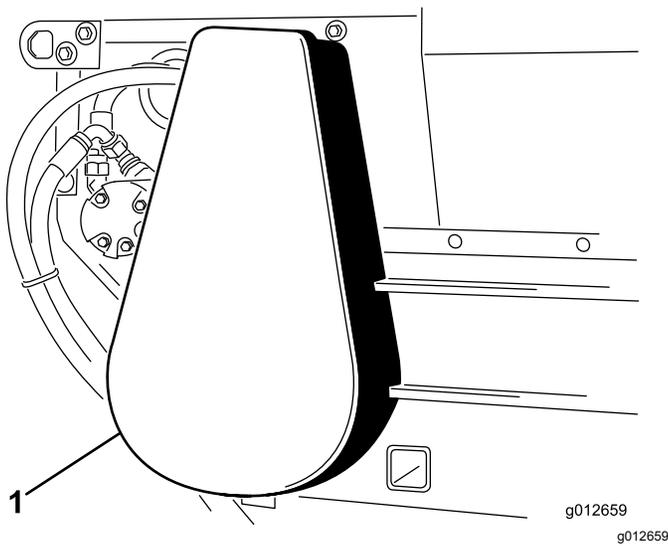

Figura 39
- 3. Instale a cobertura da corrente (Figura 39).